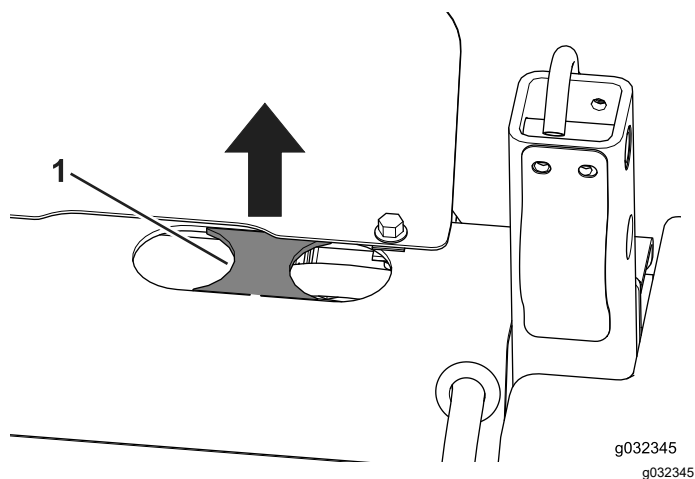

Figura 15
- Si está presente, retire la zona troquelada situada entre los dos orificios (Figura 15).